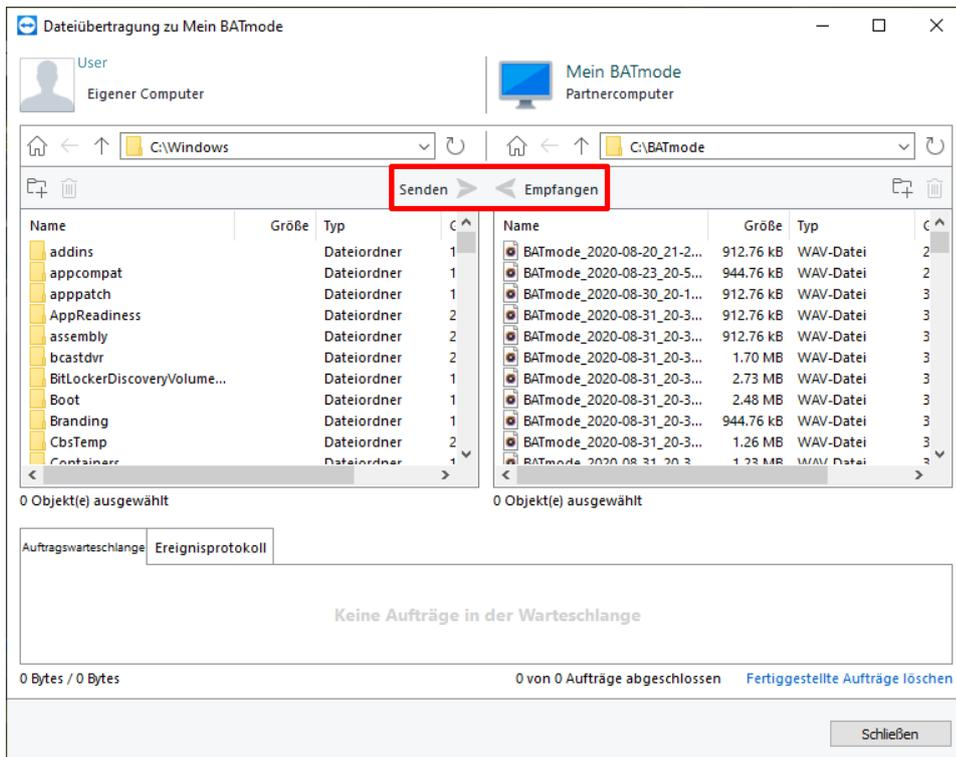

Abbildung 22: Dateiübertragung von Ihrem BATmode-System
11. Möchten Sie ausschließlich Dateien übertragen (wenn beispielsweise die Internetverbindung für eine graphische Übertragung zu langsam ist), können Sie die *Dateiübertragung* starten, indem Sie in TeamViewer auf Ihrem PC oder Laptop die *Dateiübertragung* unterhalb der *Partner-ID* aktivieren und auf *Verbinden* klicken. Anschließend werden Sie wieder nach dem Passwort (siehe Schritt 5) gefragt und die *Dateiübertragung* wird gestartet (siehe Abbildung 22: Dateiübertragung von Ihrem BATmode-System).